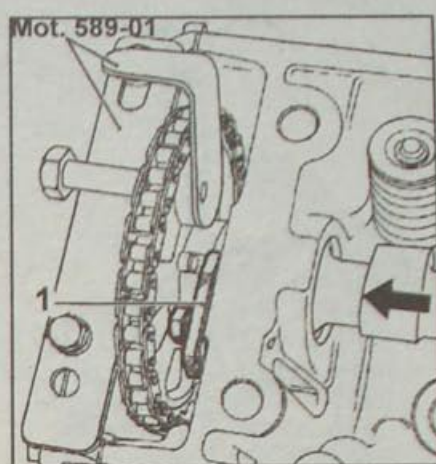

Рис. 2.25. Расположение приспособления Mot. 589-01, упора (1) и направления перемещения распределительного вала
- Убедитесь, что упор находится на достаточном расстоянии и не задевает фланец распределительного вала (рис. 2.25).